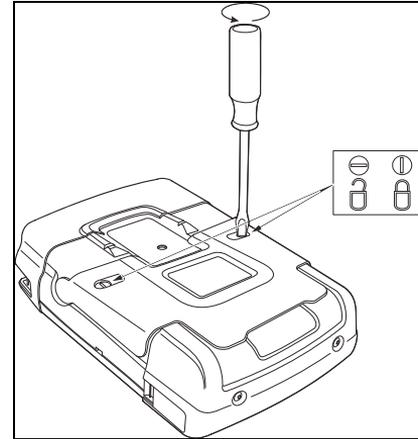

Figure 47. Déverrouillage du couvercle du compartiment de la batterie
3. Déverrouillez le couvercle du compartiment de la batterie (Figure 47)